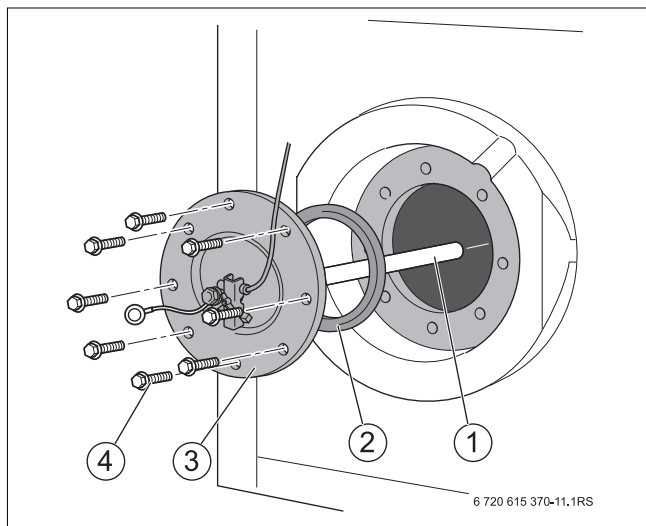

Fig. 13 Abrir la abertura de inspección
- Abra la abertura de inspección (→ fig. 13, pág. 10).